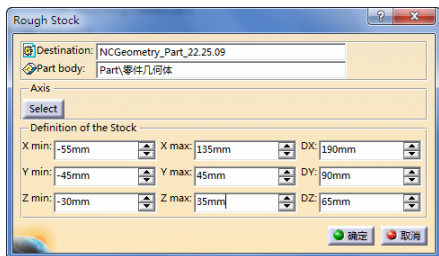

图 3-198 “Rough Stock”对话框(3)
2) 在图形区一个线框包围着整个零件, “Rough Stock”对话框(3)下部将显示毛坯尺寸, 编辑相关尺寸如图 3-198 所示。